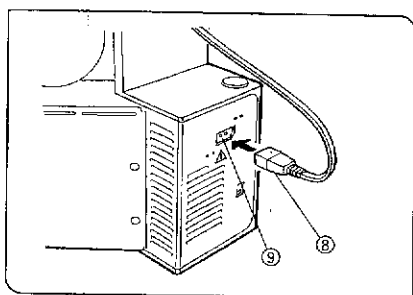

図 11
- 3) 接続コードプラグ⑧を鏡体背面のランプ出力コネクタ⑨に差し込み、確実に接続します。(図11)